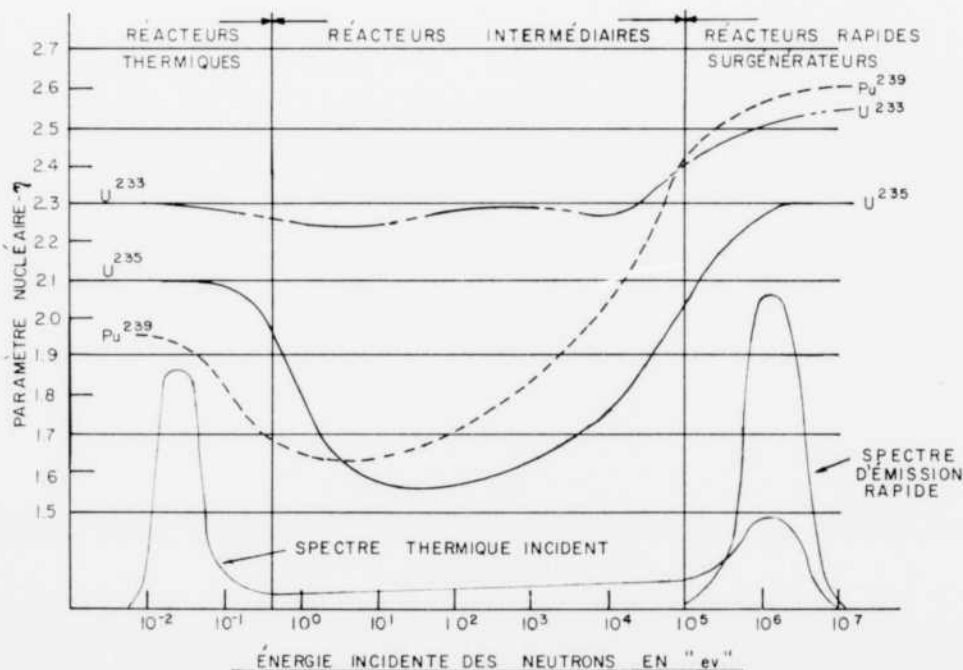

FIGURE 4
Les neutrons émis lors de la fission d'un noyau possèdent une énergie considérable. Celle-ci est comprise entre 0.1 et 12 Mev, avec un très fort maximum entre 1 et 2 Mev. Le spectre de cette émission est située à l'extrême droite de la figure 4. Au moment de leur éjection, les neutrons se dirigent dans tous les sens et la presque totalité entre en collision avec les noyaux des molécules ou des atomes du modérateur entourant le combustible. Après un certain nombre de collisions, dépendant de la nature du modérateur, l'énergie des neutrons est considérablement réduite. Leur niveau d'énergie lors de leur retour vers de nouveaux noyaux est appelée énergie incidente, et peut se situer n'importe où à gauche de la bande d'émission rapide.
- 2 — *Réacteurs intermédiaires* : Celui-ci peut être construit pour opérer entre les deux bandes extrêmes de la figure 4. Cette classe est difficile à réaliser et exige une technologie passablement avancée. La plupart de ceux qui existent sont utilisés à des fins expérimentales.
- 3 — *Le réacteur thermique* : La conception du réacteur thermique est essentiellement basée sur le fait que les réactions nucléaires avec les éléments fissiles sont beaucoup plus faciles à amorcer lorsque la vitesse des neutrons est lente. En d'autres termes, lorsque les neutrons sont émis suivant la distribution rapide, l'absorption éventuelle de ceux-ci devra se faire suivant une nouvelle distribution énergétique, telle que montrée à la figure 4, et qu'on appelle spectre thermique incident. Celui-ci présente à l'extrême gauche un fort maximum, i.e. la majorité des neutrons incidents possèdent une énergie très faible; la valeur